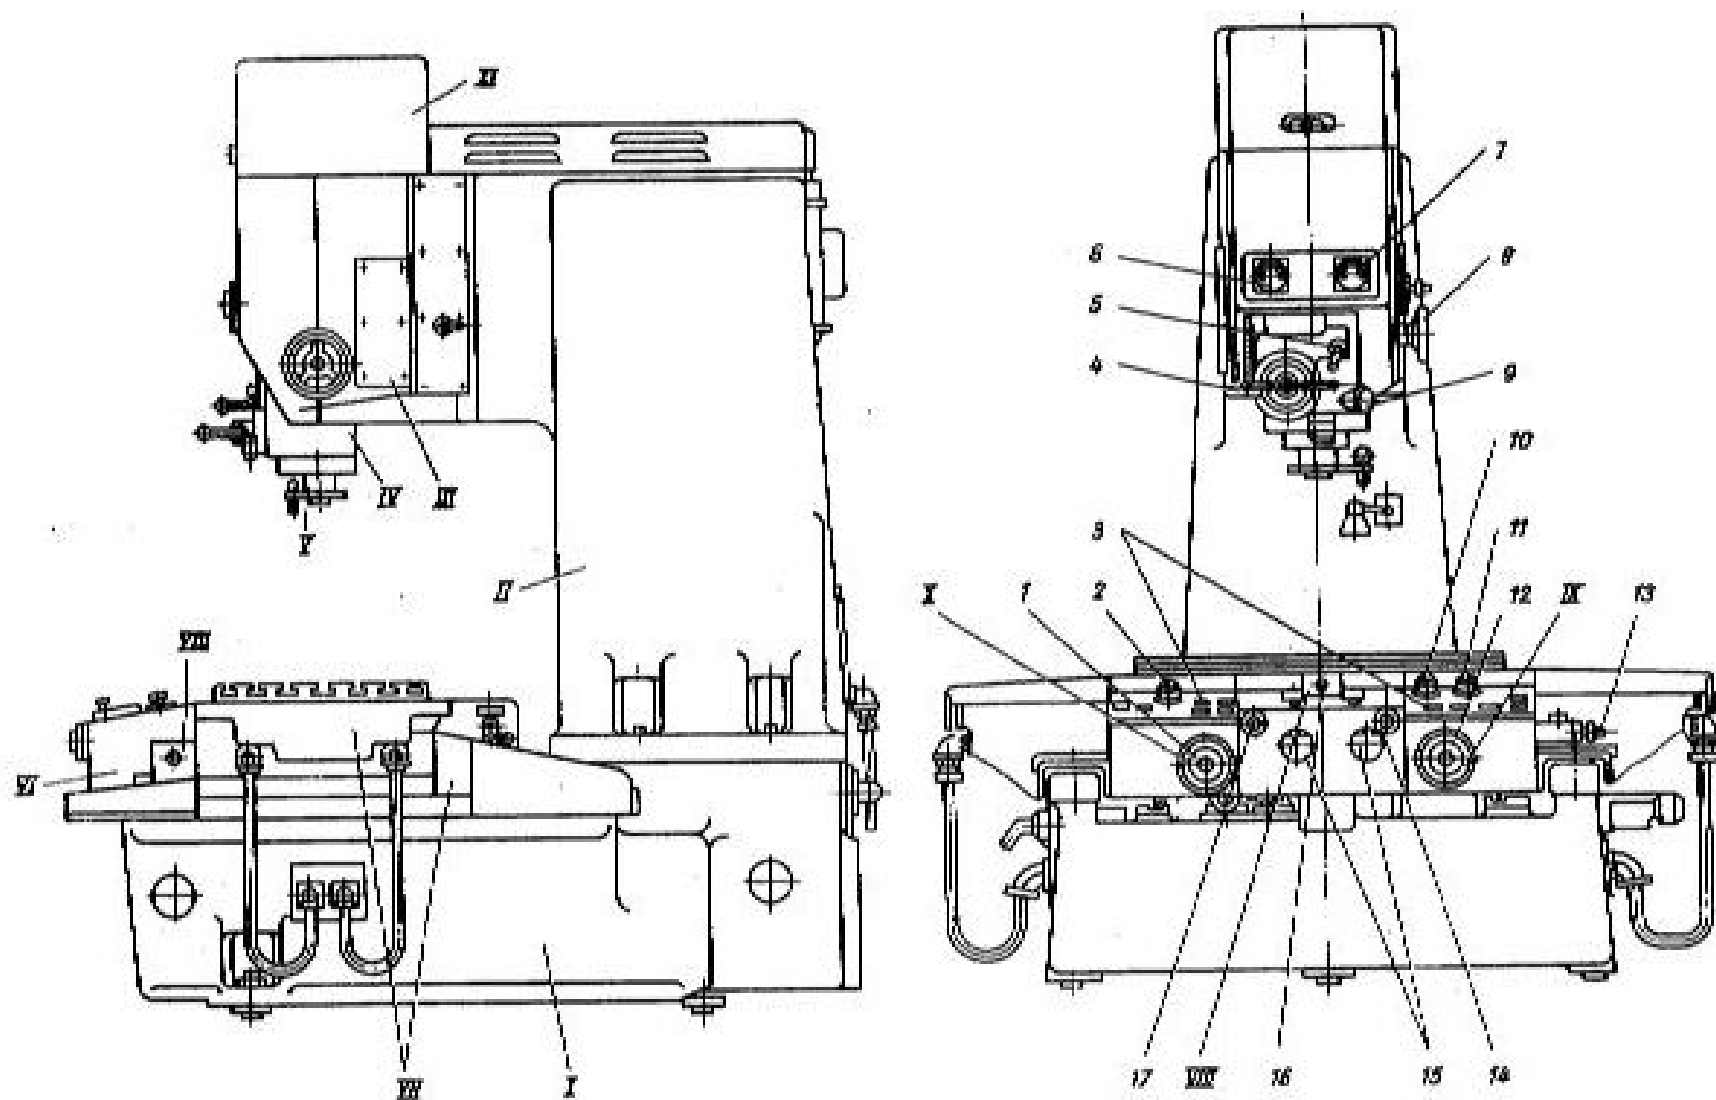

Рис. 5. Расположение органов управления и основных групп станка (группы станка обозначены римскими цифрами)
Органы управления (рис.5)
6. Выбор величины подачи гильзы осуществляется регулятором 3 с контролем по указателю скорости 7 (см. рис. 5).
Станок состоит из следующих основных групп: I - станина; II - стойка; III - блок направляющих; IV - шпиндельная коробка; V - шпиндель; VI - кулач управления; VII - стол и салазки; VIII - механизм предварительного набора координат; IX - привод перемещения стола; X - привод перемещения салазок; XI - коробка скоростей (см. рис. 5).